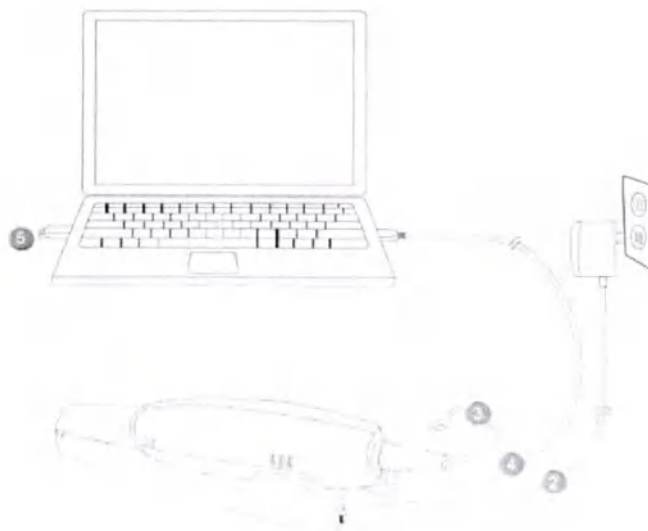

Рисунок 7.
(1) Вставьте вилку прилагаемого блока питания в разъем питания на подставке и подключите блок питания к розетке.
(3) Подключите кабель сканера к входному гнезду USB 3.0 на подставке.
(4) Подключите выходное гнездо USB 3.0 на подставке к компьютеру с помощью прилагаемого кабеля USB 3.0.
(5) Вставьте поставляемый в комплекте USB-адаптер «2-в-1» в гнездо USB компьютера (см. Рисунок 7).